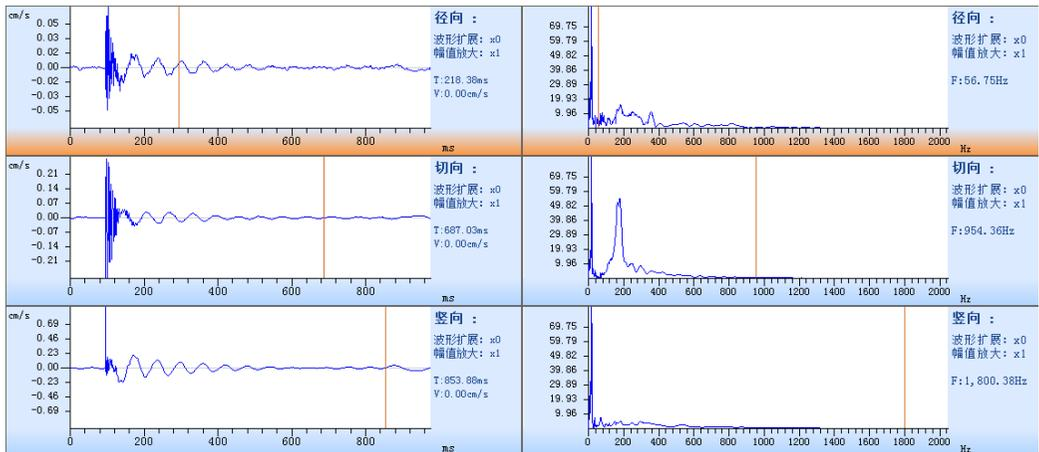

图 3-10 时频曲线界面
②多通道：打开分析软件默认为3通道波形显示界面，在单通道界面，双击可进入得多通道界面。
③时域曲线：显示坐标轴为时间的波形曲线。
④频域曲线：显示频谱图。
⑤时频曲线：时域和频域曲线同时显示，如图3-10所示。